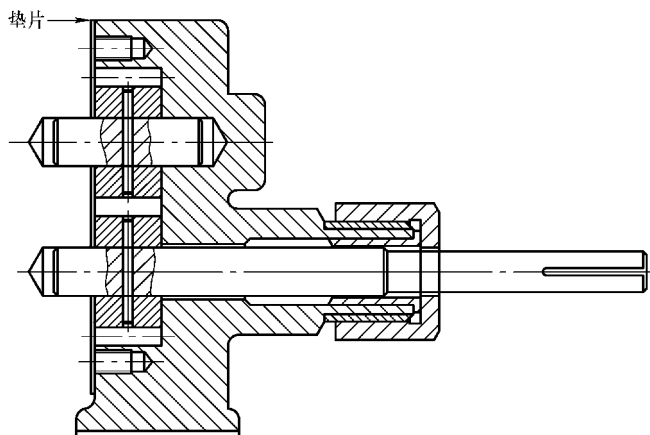

图 12-17 绘制并修剪垫片
13) 绘制并修剪垫片, 垫片厚 1mm, 直径 100mm, 如图 12-17 所示。